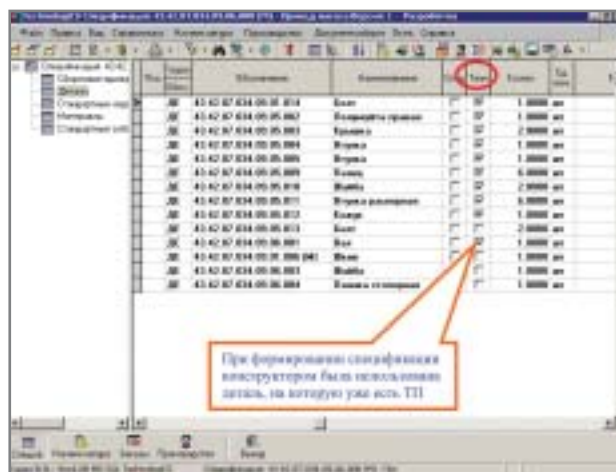

Рис. 2. Система отслеживает наличие уже имеющихся технологических процессов
- Мгновенное получение технологических данных при использовании заимствованных узлов в спецификации (рис. 2).